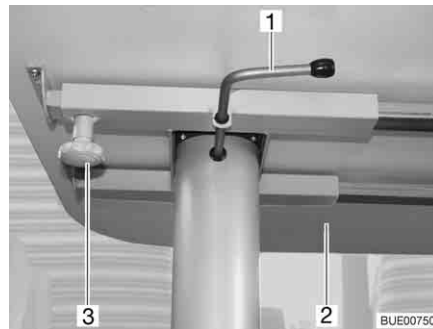

Fig. 70 Tavolo di sollevamento, scorrevole
- Svitare la vite a testa cilindrica zigrinata (Fig. 70,3).
- Spingere il piano del tavolo (Fig. 70,2) nella posizione desiderata.
- Ruotare la leva di serraggio (Fig. 70,1) verso sinistra. Il bloccaggio del meccanismo di sollevamento è aperto.
- Premere il centro del piano del tavolo (Fig. 70,2) verso il basso fino al fine corsa e tenerlo premuto.
- Ruotare la leva di serraggio (Fig. 70,1) verso destra (Fig. 70). Il meccanismo di sollevamento è bloccato.
- Ruotare la leva di serraggio (Fig. 70,1) verso sinistra. Il bloccaggio del meccanismo di sollevamento è aperto. Il piano del tavolo si sposta verso l'alto fino al fine corsa.
- Ruotare la leva di serraggio verso destra (Fig. 70). Il meccanismo di sollevamento è bloccato.